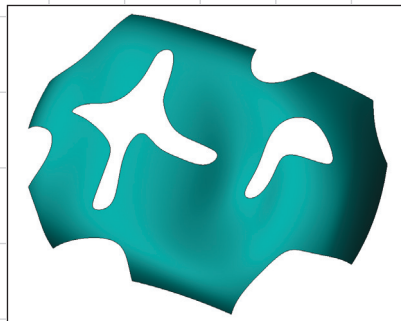

Рис. 8. Создание оболочки с произвольной границей
- оболочка может быть создана по поверхности с произвольной границей (рис. 8). Ранее было возможно выполнение этой операции только для поверхностей с прямоугольной границей;